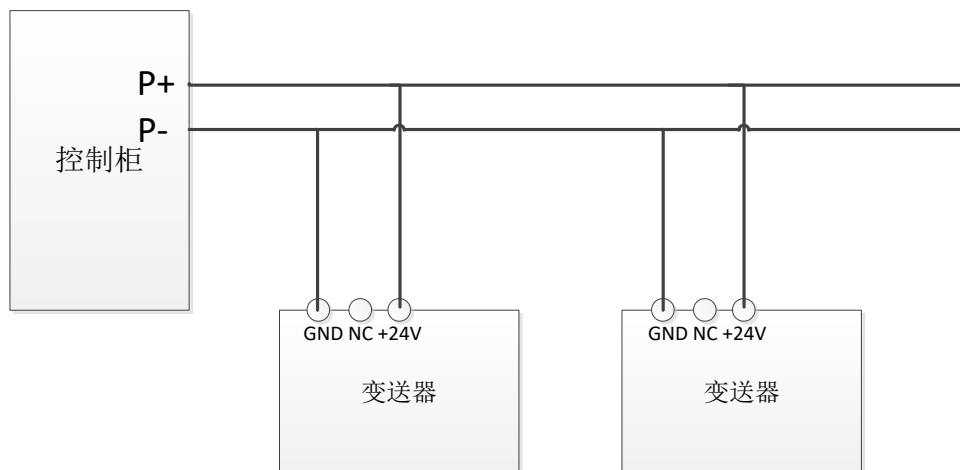

图 5 二总线接法
(1) 电缆线使用 RVV2*1.5 及以上，2 芯线。可使用不带屏蔽层的线。
(2) 接线支持星型、树型、手牵手及任意分叉连接方式。如图 5 所示：